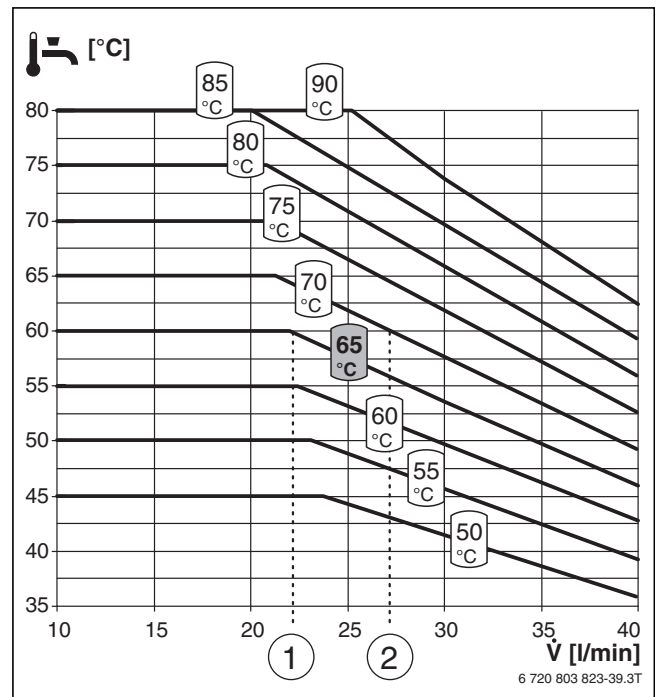

Bild 203 Temperaturverhalten Frischwasserstation FF 27
**Beispiel 1** (→ Bild 203 [1]): Um eine Warmwassertemperatur von 60 °C zu erreichen, ist bei einer Entnahme von 22 l/min eine Temperatur von 65 °C im Bereitschaftsteil ausreichend.
**Beispiel 2** Ein (→ Bild 203 [2]): Um eine Warmwassertemperatur von 60 °C zu erreichen, ist bei einer Entnahme von 27 l/min eine Temperatur von 70 °C im Bereitschaftsteil ausreichend.